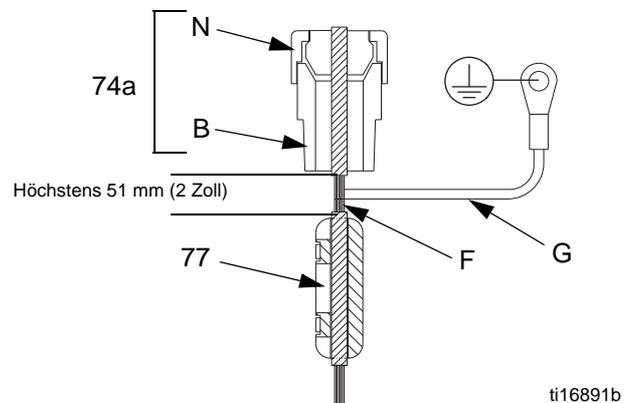

ABB. 6. IS-Schaltbereichsleiter
Das IS-Feld-Kabel wird über die Erdungsschraube im Verteilerkasten geerdet. Siehe ABB. 6.
Das IS-Feld-Kabel durch die leitfähige Zugentlastung (74a) führen und auf der Platine an J2 und J3 anschließen. Siehe ABB. 6 und **Systemschaltpläne**, Seite 11.
Siehe ABB. 6. D Die Mutter (N) an der Zugentlastung (74a) sicher festziehen. Den Ferrit (77) am Feldkabel (F) anbringen (nicht weiter als 51 mm (2 Zoll) von der Unterkante der leitfähigen Zugentlastung (74a) entfernt). Erdungskabel (G) im Verteilerkasten mit der Erdungsschraube befestigen.